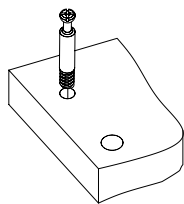
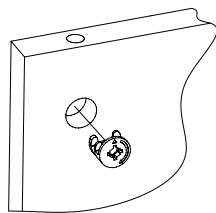

Рис.1
Рис.2
1. Подготовьте детали к сборке. Вкрутите шпильки минификс в детали 1, 7 и 12 (Рис.1). Вставьте головки минификс в детали 2, 3, 4, 5, 6, 8 (Рис.2).